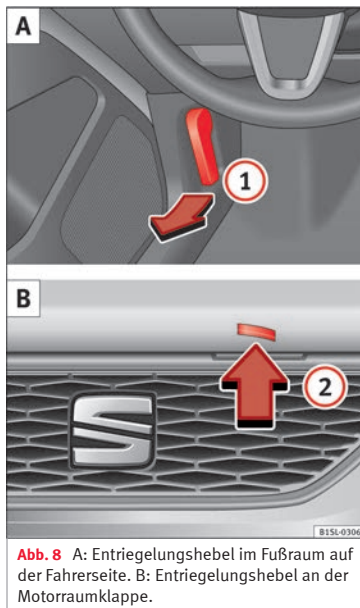

Abb. 8 A: Entriegelungshebel im Fußraum auf der Fahrerseite. B: Entriegelungshebel an der Motorraumklappe.
• Entriegelungshebel **1** in Pfeilrichtung ziehen » **Abb. 8 A**. Die Motorraumklappe springt durch Federkraft aus der Verriegelung des Schlossträgers » **⚠ in Vorbereitungen zu Arbeiten im Motorraum auf Seite 204**.